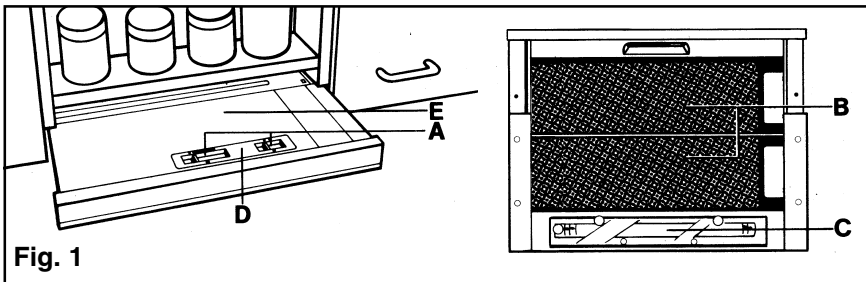

Fig. 1
- Les interrupteurs à coulisse sont disposés sur la face supérieure droite du tiroir (**Fig. 1 - E**).